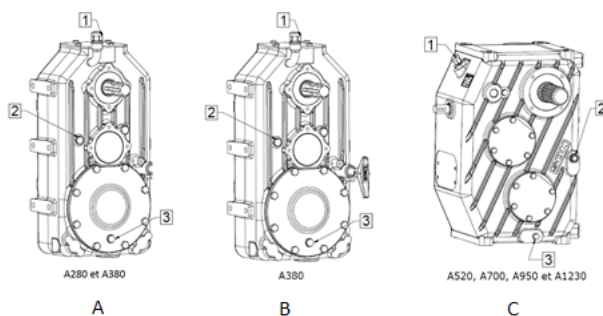

Figure 58 — Réducteur de vitesse des A280 et A380 (A), boîtier bi-vitesse des A380 (B) et boîtier bi-vitesse des A520, A700, A950 et A1230 (C)
Le niveau d'huile du boîtier est bon si l'huile s'écoule lorsque vous dévissez le bouchon situé au milieu du boîtier (repère 2, Figure 58).
2. Dévissez les bouchons (repères 1 et 2, Figure 58).
3. Versez l'huile dans l'orifice (repère 1, Figure 58) jusqu'à ce qu'elle sorte par le trou (repère 2, Figure 58).
1. Dévissez le bouchon de vidange (repère 3, Figure 58).